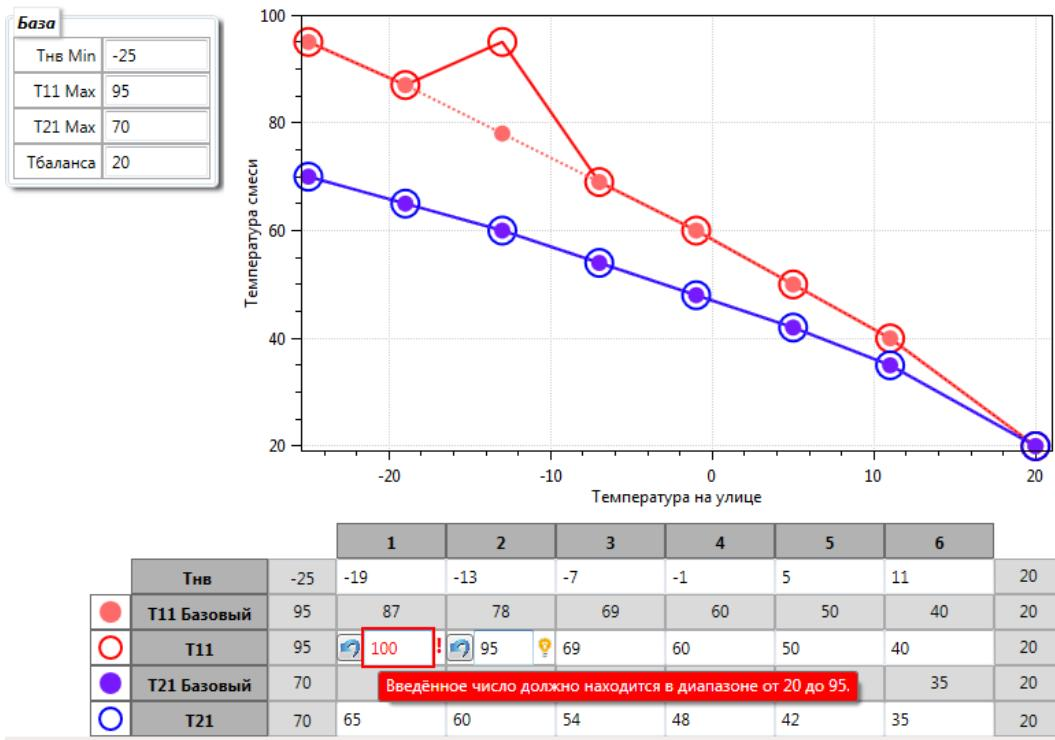
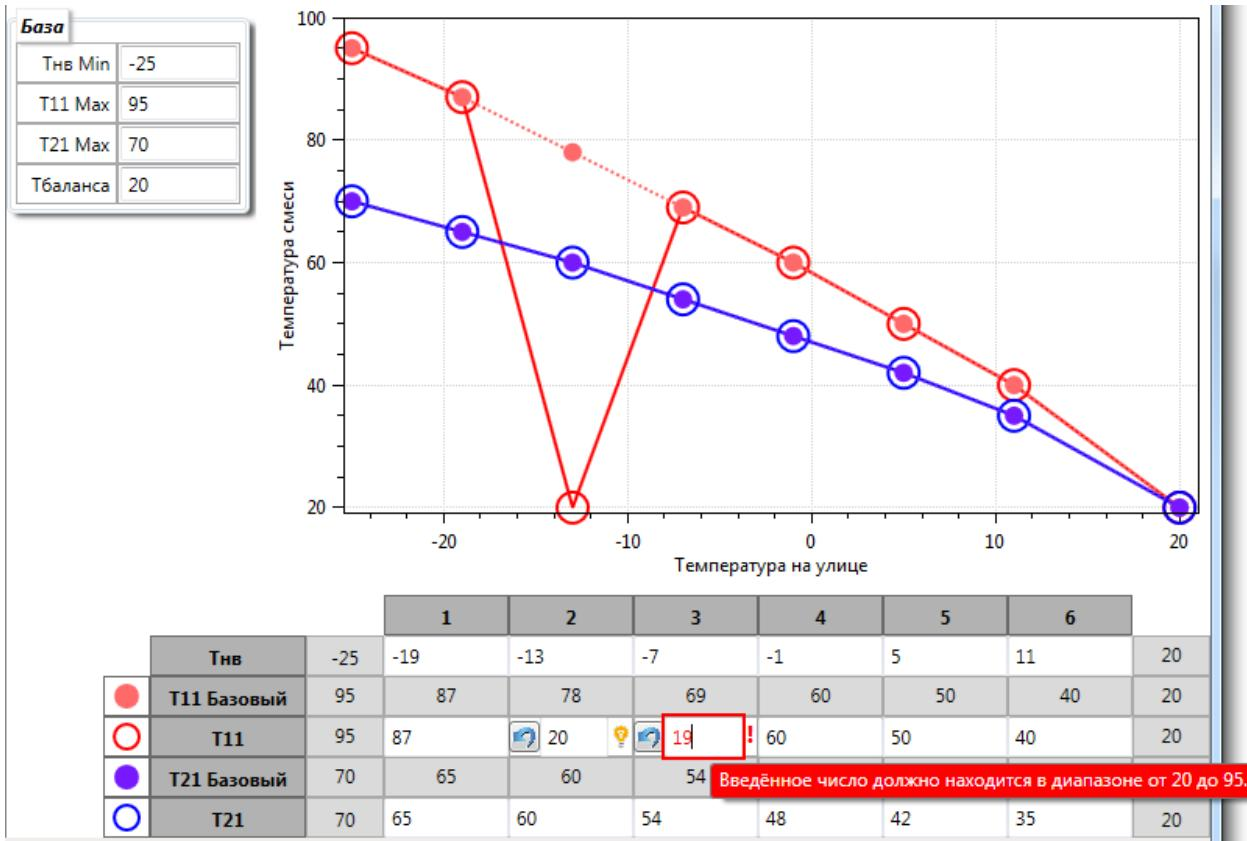

Рисунок 46 – контроль верхней границы для T11
Рисунок 47 – контроль нижней границы для T11
- T11Max<= T11<=Тбаланса (Рисунок 46 и Рисунок 47);